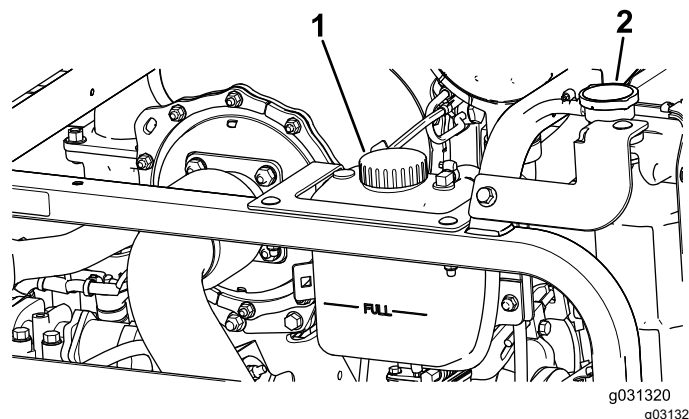

Figura 85
1. Togliete con cautela il tappo del radiatore e il tappo del serbatoio di espansione (**Figura 85**).
2. Controllate il livello del refrigerante nel radiatore (**Figura 85**).